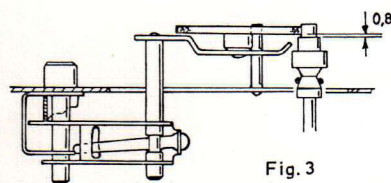

Fig. 3
Svajning kan orsakas av oplana skivor. Den kan även uppstå, om det råkar komma olja på motorns drivrulle eller mellanhjulets och skivtallriks drivande resp drivna delar. Kontrollera också att mellanhjulets höjd är riktigt injusterad mot motorns drivrulle, så att det ej berör närliggande steg. Justera höjden, om så är nödvändigt enl fig 3.
Drivrullen, som har ett mycket litet spel till motoraxeln, kan någon gång fastna på denna så att den inte utan vidare kan tagas loss. Om detta skulle hända då man vill byta rulle, värm då försiktigt på rullens undre del i omkring 30 sekunder med en liten lödkolv, och rullen kommer lätt att gå bort. Använd denna metod även då ny rulle påsattes, om denna skulle gå trögt, men var alltid försiktig så att inte mellanhjulet eller någon kabel förstörs. När rullen är på rätt plats, skall den ha det förhållande till mellanhjulet som visas i fig 3.
Mellanhjulets läge inställes genom att justera med stålfjäders (1) fig 3. Hjulet skall justeras mot motordrivrullens avsats så att klarningarna blir enligt samma figur.